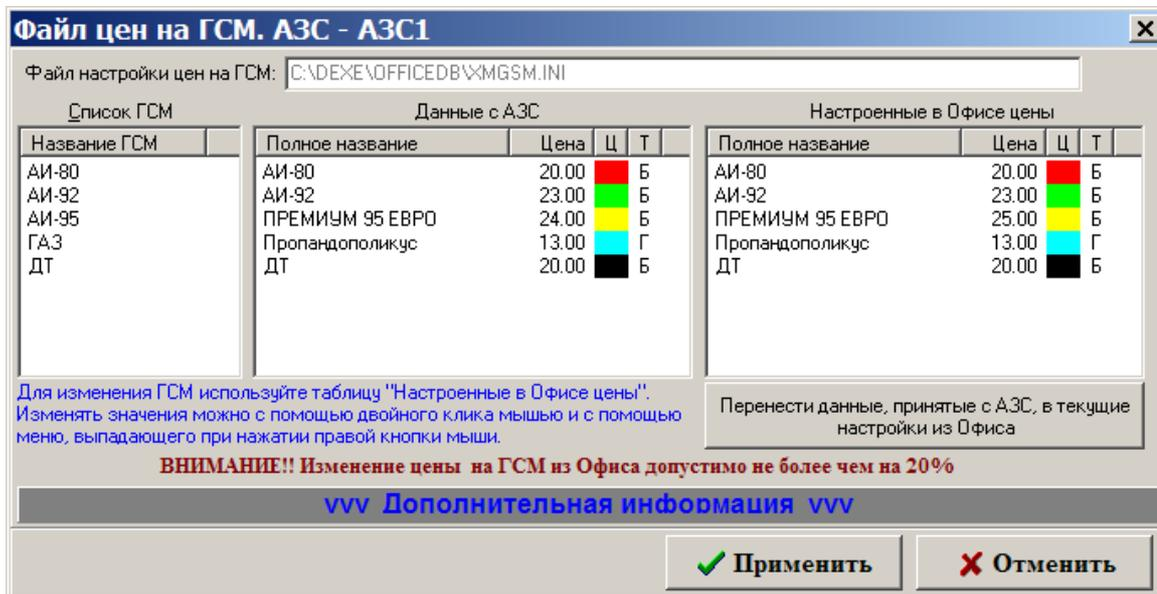

Рис. 27
3) Установите цены на ГСМ в меню Настройка АЗС\Цены на ГСМ в столбце «Настроенные в офисе цены» двойным щелчком мыши на выбранной для изменения цене (рис.27в). В открывшемся окошке введите новую цену и нажмите «Применить». Аналогично можно изменить цвет подсветки ГСМ (рис.27г). Для изменения типа ГСМ щелкните правой кнопкой мыши на виде ГСМ, который хотите изменить (рис.27б).
При установлении связи, автоматически, с файлом запроса пересылается файл (XMGSM.INI) с новыми ценами на ГСМ. После отправки на АЗС файла запроса в окне «Файл запроса на АЗС» (рис.23) на закладке «Передача данных на АЗС» в поле «Цены на ГСМ» снимите галочку и нажмите «ОК» (рис.27).
Внимание. Из офисной программы можно задать для каждого вида ГСМ полное название, которое будет печататься в чеке ККМ при продаже (рис.27). Для этого выполните двойной щелчок мыши на виде ГСМ в столбце «Настроенные в офисе цены».
Внимание. Проверить все изменения, связанные с ГСМ (изменение цены, наименования), сделанные в программе «ПТК АЗС-Офис» и переданные на АЗС, можно нажав кнопку «Дополнительная информация» в окне «Файл цен на ГСМ»(рис.27а).Так же в этом окне отображаются АЗС, на которые будут рассылаться настроенные цены на ГСМ. текущие
Рис.27а
Рис.27б
Рис.27в
Рис.27г